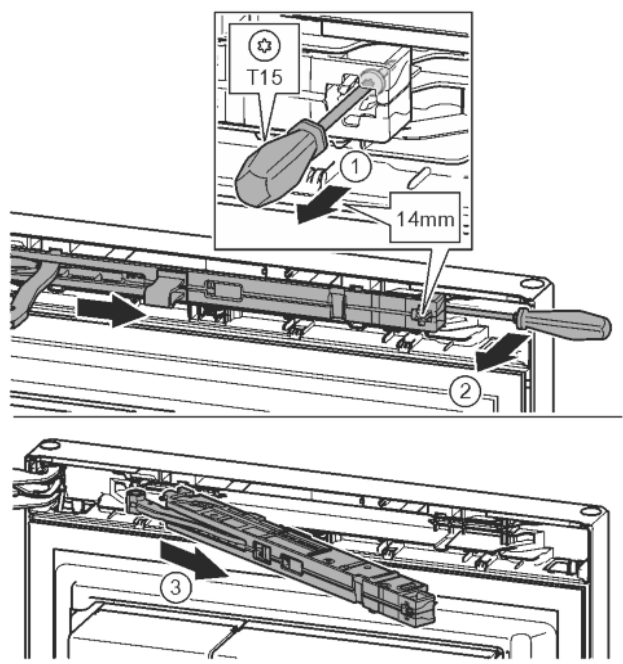

Fig. 11
- ▶ Šroub na jednotce tlumiče zavírání povolte šroubovákem T15 o cca 14 mm. Fig. 11 (1)
- ▶ Šroubovákem na straně madla zajedte za jednotku tlumiče zavírání a otočte ji dopředu. Fig. 11 (2)
- ▶ Vytáhněte jednotku tlumiče zavírání. Fig. 11 (3)